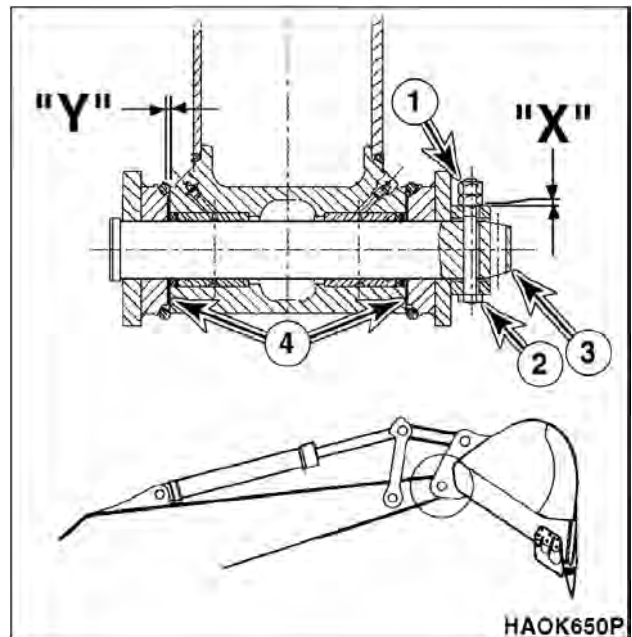

Рис. 104
2. Сместить ковш в сторону и проверить поперечный люфт под уплотнительными кольцами в точке присоединения. Суммарный зазор должен быть равен 1 мм между боковой стороной бобышки и внутренней стороной втулки проушины (Y, рис. 104). Слишком тугая посадка (меньше 1 мм) может вызвать чрезмерный износ, а слишком большой зазор может вести к повышенному шуму и быть потенциально опасным с точки зрения управления.
4. При необходимости регулировки снять две контргайки (1, рис. 104) и болт (2) с пальца (3). Добавить (или удалить) регулировочные шайбы (4) по мере необходимости. Следует использовать одинаковое количество шайб с каждой стороны. Установить болт (2) и две контргайки (1). Контргайки должны отступать от бобышки на 1-2 мм в точке (X).